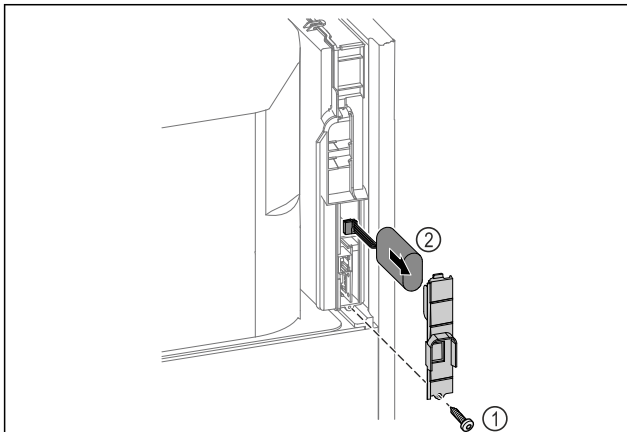

Fig. 259
- Svitare la vite e rimuovere la copertura sul retro dell'apparecchiatura Fig. 259 (1).
- Scollegare e rimuovere la batteria Fig. 259 (2).